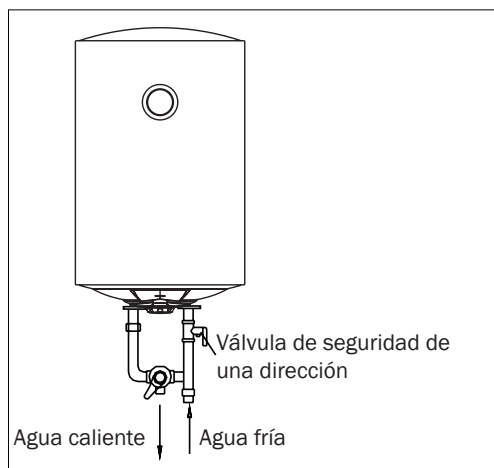

Fig. 5
- A válvula de segurança deverá ser instalada na entrada de água fria. (ver fig.5.)